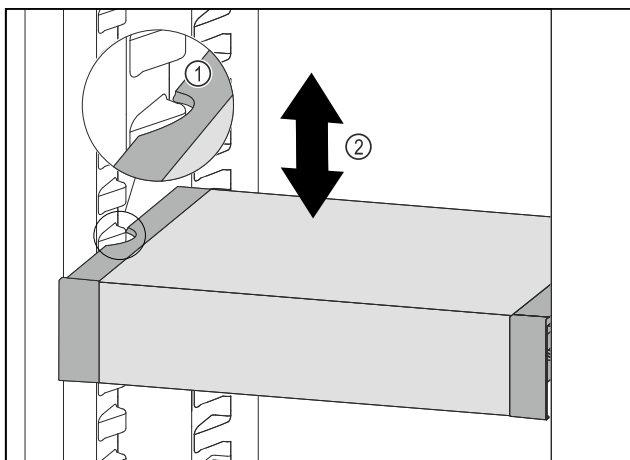

Fig. 128
- Tërhiqni VarioSafe për nga përpara, derisa foletë anësore të VarioSafe të jenë në lartësinë e brinjëve të kutisë në pjesën e ftohjes. Fig. 128 (1)
- Lëvizni VarioSafe për lart ose për poshtë në pjesën e ftohjes, derisa të arrihet lartësia që dëshironi. Fig. 128 (2)